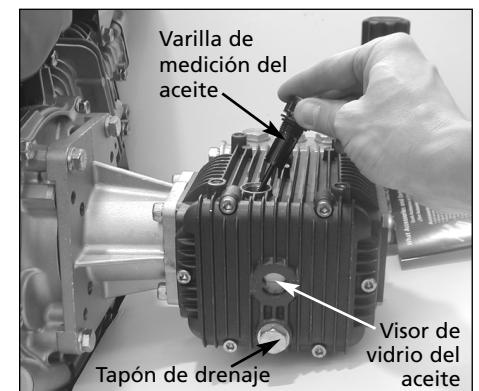

Figura 20 - Verificación y cambio del aceite de la bomba
**Verificación del nivel de aceite:** La mayoría de las bombas tienen ya sea un visor de vidrio o una varilla de medición (o ambos) para verificar el nivel de aceite de la bomba. Generalmente el visor de vidrio está ubicado en la parte trasera de la bomba. La varilla de medición tiene una tapa plástica y está ubicada en la parte superior de la bomba (vea la figura 20).
**Cambio de aceite:** Quite el tapón de drenaje de aceite que está ubicado en la parte trasera o inferior de la bomba. (Vea la figura 20). Drene el aceite viejo. Vuelva a colocar el tapón de drenaje. Vuelva a llenar la bomba con el tipo y la cantidad correctos de aceite (vea la página 39 para consultar los tipos y las cantidades correctas de aceite). Verifique el nivel de aceite: Una vez que la lavadora a presión haya sido puesta en funcionamiento verifique que no existan pérdidas de aceite en la bomba.